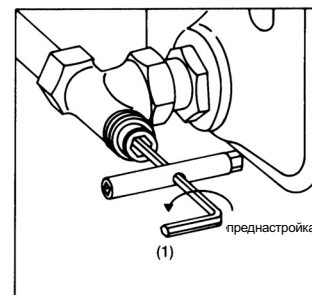

Рис. 2
- 1.3 Теперь предварительно настроить шпindel вентиля поворотом влево шестигранным ключом SW 4 (1) в соответствии с выбранным по диаграмме количеством оборотов (рис. 2).
- 4.5 Открыть шток вентильной вставки шестигранным ключом SW 4 (1) поворотом влево (рис. 2). Спустить воздух из отопительного прибора.